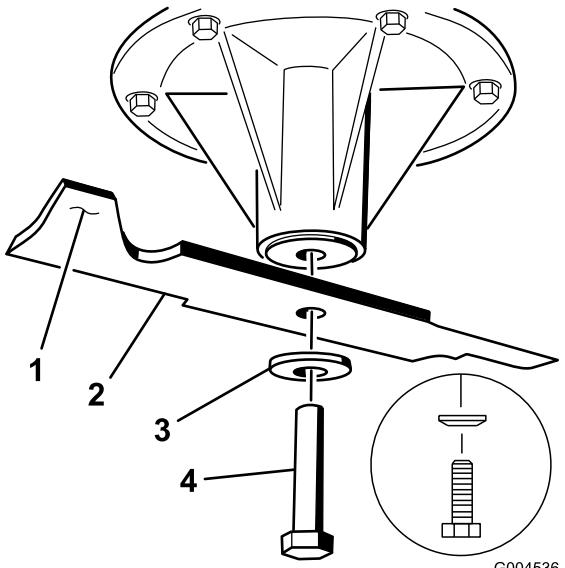

Figura 58
2. Retire del eje el perno de la cuchilla, la arandela de muelle y la cuchilla (Figura 58).
2. Verifique el equilibrio de la cuchilla colocándola sobre un equilibrador de cuchillas (Figura 57). Si la cuchilla se mantiene horizontal, está equilibrada y puede utilizarse. Si la cuchilla no está equilibrada, rebaje algo el metal en la parte de la vela solamente (Figura 58). Repita este procedimiento hasta que la cuchilla esté equilibrada.
- Instale la cuchilla en el eje (Figura 58).
- Instale la arandela de muelle y el perno de la cuchilla. El cono de la arandela de muelle debe estar orientado hacia la cabeza del perno (Figura 58). Apriete el perno de la cuchilla a 115-150 Nm.